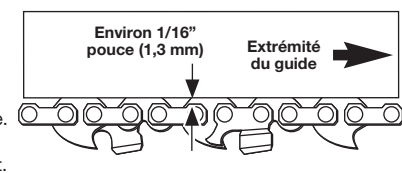

Fig. 33
- Tension d'une chaîne chaude** - Lors d'une utilisation normale, la température de la chaîne augmente. Les maillon-guides d'une chaîne chaude correctement tendue retombent de la rainure du guide d'environ 1/16 pouce (1,3 mm) (Fig. 33).